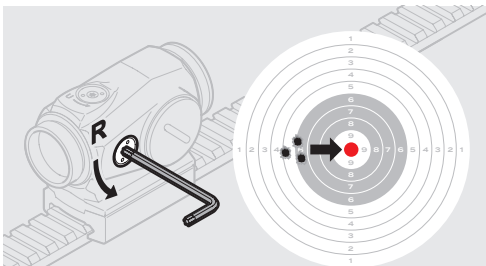
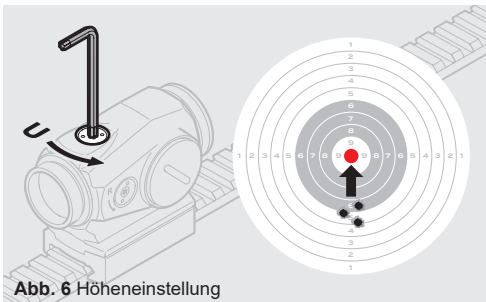

Abb. 5 Seiteneinstellung
Abb. 6 Höheneinstellung
- b Verwenden Sie zum Drehen der Stellschrauben (6 und 7) das Torx-T10 Werkzeug (3).
- c Seiteneinstellung (siehe Abb. 5):
- Drehen Sie die Seitenstellschraube (6) gegen den Uhrzeigersinn, wenn Sie den Auftreffpunkt nach rechts (R) verlagern wollen.
- Drehen Sie die Seitenstellschraube (6) im Uhrzeigersinn, wenn Sie den Auftreffpunkt nach links verlagern wollen.
- d Höheneinstellung (siehe Abb. 6):
- Drehen Sie die Höhenstellschraube (7) gegen den Uhrzeigersinn, wenn Sie den Auftreffpunkt nach oben (U) verlagern wollen.
- Drehen Sie die Höhenstellschraube (7) im Uhrzeigersinn, wenn Sie den Auftreffpunkt nach unten verlagern wollen.
- f Vergewissern Sie sich, dass das Visier sicher an der Waffe montiert ist, und ziehen Sie die Schraube (12) bei Bedarf nach.